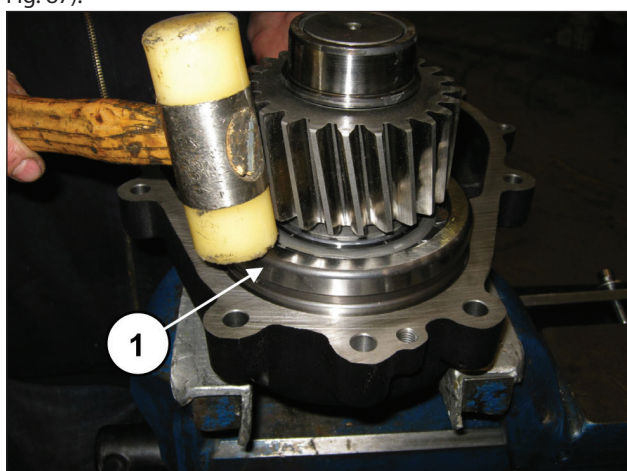

Fig. 87
Insérer le pignon prémonté dans son logement sur le couvercle du réducteur à l'aide d'un chasoir à inertie (rep. ①, Fig. 87).